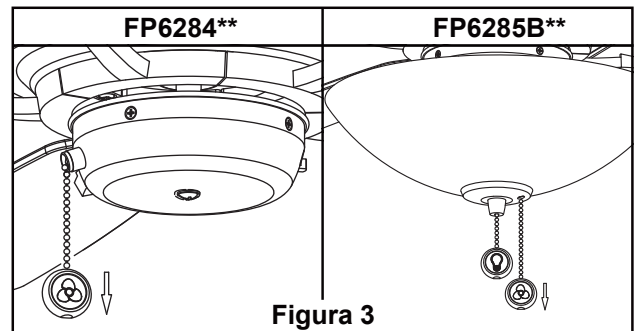

Figura 3
- ☐ 3. Verifique el funcionamiento del ventilador tirando levemente de la cadena de encendido/apagado para el control de la velocidad. (Figura 3)